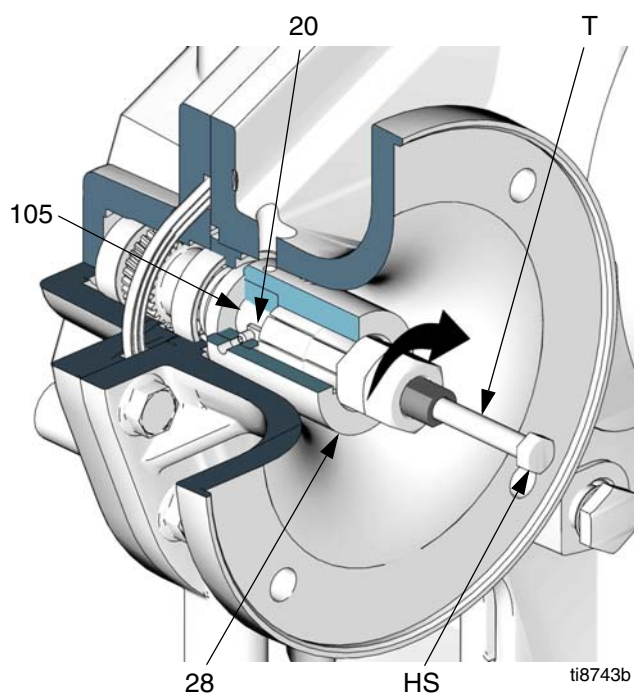

FIG. 24. Remoção do acoplador do motor
4. Consulte a FIG. 24. Desaperte ambos os parafusos (31). Insira a ferramenta (T) de remoção do acoplamento (28) no acoplamento. Gire a porca no sentido dos ponteiros do relógio até que esteja apertada, e então puxe o acoplamento para fora do eixo de entrada da caixa de redução (105) rodando o parafuso de cabeça hexagonal (HS) no sentido dos ponteiros do relógio.
OBSERVAÇÃO: Se durante o procedimento a seguir o acoplamento se separar do eixo do motor mas permanecer preso ao eixo de entrada, use a ferramenta (T) de remoção do acoplador 15J827 como mostrado em FIG. 24.